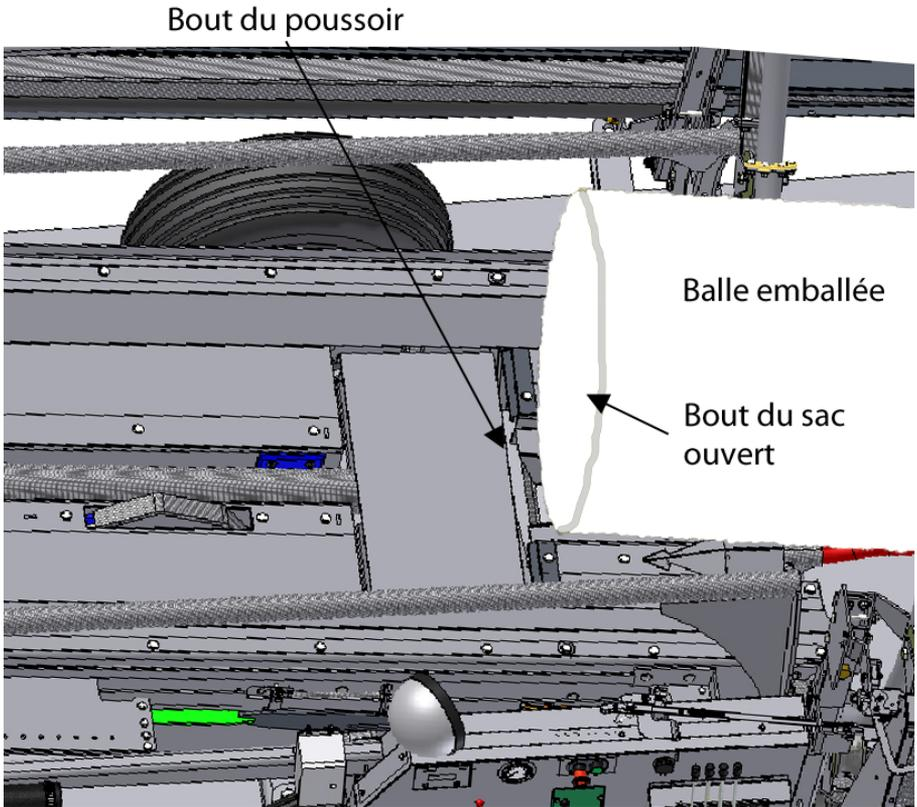

Figure 21 – Position de la dernière balle
- Placez la dernière balle à enrober dans le sac de fin de boudin et déposez-la sur l'enrobeuse, le bout ouvert du sac vers l'arrière. Laissez le cycle automatique se compléter. La dernière balle devrait se trouver au bout du poussoir (Figure 21).